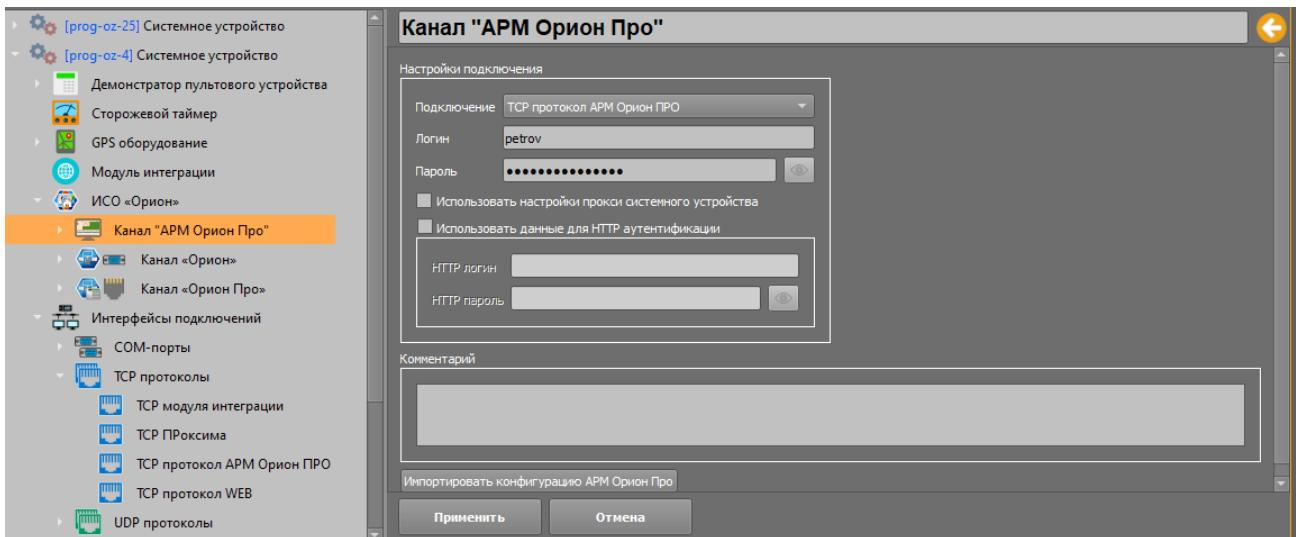

Рисунок 2-83. Настройки канала АРМ Орион Про
6. Если связь с модулем интеграции присутствует и заданы корректные настройки, то кнопка импорта конфигурации становится доступной. Необходимо выполнить импорт конфигурации разделов из БД АРМ «Орион Про» путём нажатия на кнопку «Импортировать конфигурацию АРМ Орион ПРО» Рисунок 2-83.